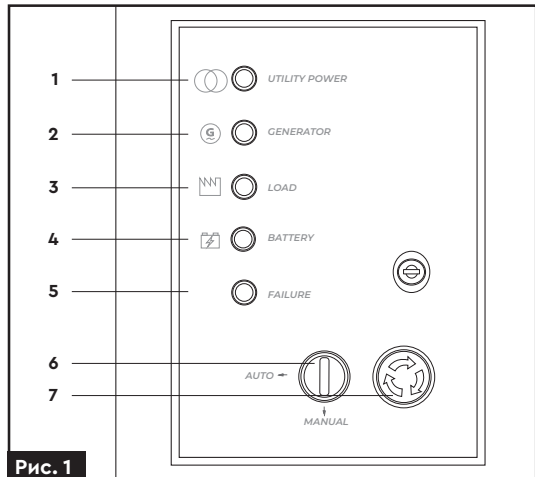

Рис. 1
1. Для експлуатації блоку в автоматичному режимі натисніть кнопку **(6) (рис. 1)**.
2. На лицьовій панелі увімкнеться відповідний індикатор **(3) (рис. 1)**.
У цьому режимі живлення буде здійснюватися від побутової мережі, індикатор **(1) (рис. 1)** буде ввімкнено.